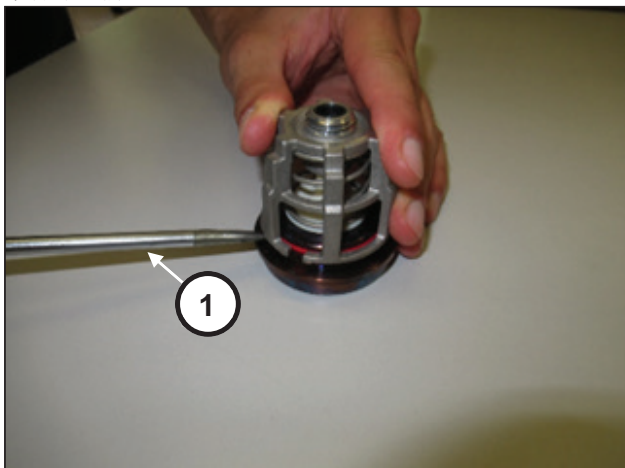

图 110
使用简单的工具(位置①, 图 110)撬动吸入阀组和排出阀组来拆卸它们。